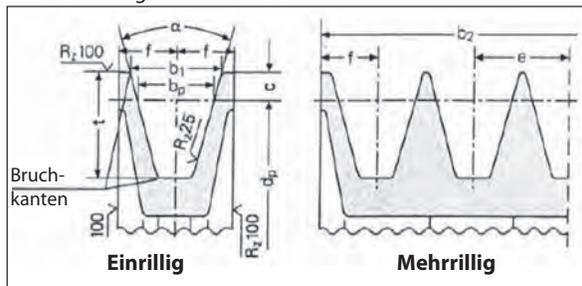

Abb. 8
- a) Verwenden Sie Riemscheiben für Keilriemen mit den vom Riemenhersteller vorgeschriebenen / empfohlenen Rillenmaßen. In Ermangelung dieser Werte halten Sie sich an die Vorgaben in Abb. 8 und die Tabelle in Abb. 9.